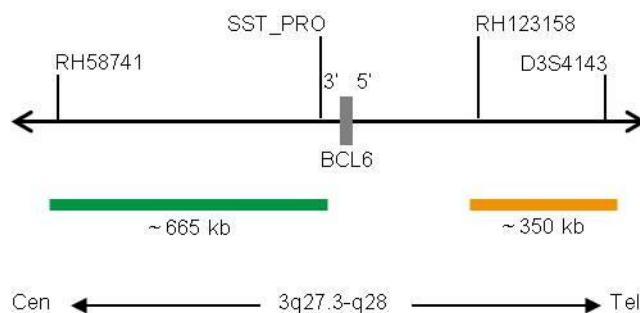

Fig. 1: SPEC BCL6 Mapa de la sonda (no está a escala)
- Polinucleótidos marcados en verde (excitación a 503 nm/emisión a 528 nm) ZyGreen (~10 ng/μl), dirigidos a secuencias localizadas en 3q27.3\* (chr3:186,737,897-187,403,834) proximales a la región del punto de ruptura de BCL6 (ver Fig. 1).
- Polinucleótidos marcados en naranja (excitación a 547 nm/emisión a 572 nm) ZyOrange (~4,5 ng/μl), dirigidos a secuencias localizadas en 3q27.3-q28\* (chr3:187,744,962-188,097,195) distales a la región del punto de ruptura de BCL6 (ver Fig. 1).